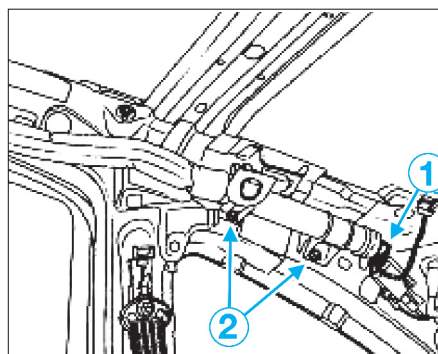

FIG. 12
- Débrancher le connecteur (1) et le fil de masse de chaque allumeur (fig. 12).